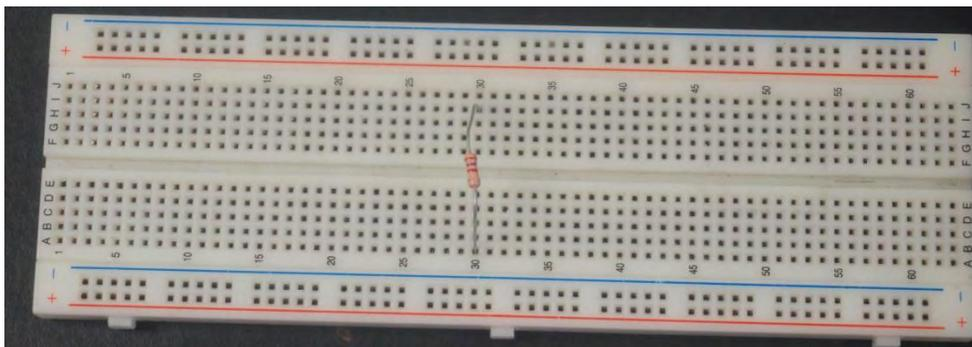

Figura E.6. Resistencia montada en una protoboard.
2. Solo colocamos la resistencia en otro grupo de nodos o lo colocamos en el otro extremo, tal como se muestra en la figura E.6.